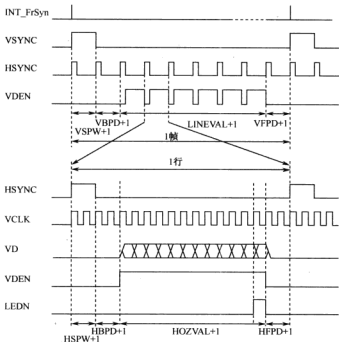
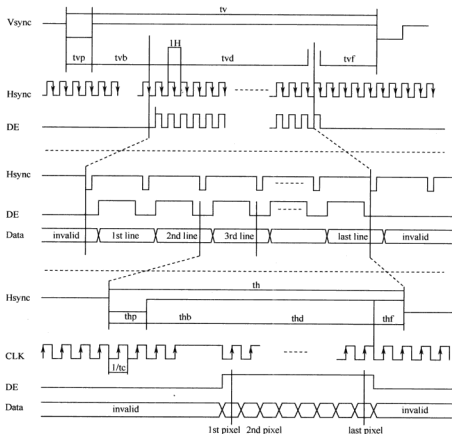

图 13-4 TFT LCD 时序图
图 13-11 WXCAT35-TG3 数据手册给出的时序图
显示一帧图像数据的时序图如图 13-4 所示,具体过程如下:
WXCAT35-TG3 数据手册给出的时序图如图 13-11 所示。
请读者仔细对比图 13-4 和图 13-11,虽然信号名称稍微有点区别,但是很容易将上述控制信号对应起来。
从图 13-12 中可以得出,该液晶显示器的工作频率为 6.4 MHz,此外可以确定如下参数。例:结合图 13-4、图 13-11 和图 13-12 确定 VSPW 的值。
- 不难发现,图 13-4 中的像素时钟信号 VCLK 对应于图 13-11 的信号 CLK (对应于图 13-12 中的 Dclk), $CLK=6.4\text{ MHz}$,所以初始化时需要将 VCLK 初始化为 6.4 MHz,又因为 $VCLK=HCLK/(2*(VLKVAL+1))$,所以可以取 $CLKVAL=7$ 。
- 从图 13-4 中得出的结论是:VSPW 表示 VSYNC 信号的宽度是(VSPW+1)个 HSYNC 信号周期。
- 对比图 13-4、图 13-11 不难发现,图 13-4 中的 VSYNC、HSYNC 信号分别对应图 13-11 中的 Vsync、Hsync 信号;从图 13-11 中可以读出结论:Vsync 信号的宽度是 tvp 个 Hsync 信号周期(注意,后面的单位是 TH,1 TH 就是一个 Hsync 信号周期)。
- 从图 13-12 可看到, $Tvp=3$,即图 13-11 中 Vsync 信号的宽度是 3 个 Hsync 信号周期。
- 回到图 13-4,可以得到 $VSPW+1=3$,所以 $VSPW=2$ 。
第 10 位是确定在 VCLK 的上升沿还是下降沿取得像素数据，从图 13-11 中可以看到，在 CLK 信号的上升沿取得像素数据，所以该位应初始化为 1。
从图 13-11 中可以看到，Vsync、Hsync 信号都是负极性信号，因此初始化时，第 8、9 两位都应初始化为 1。